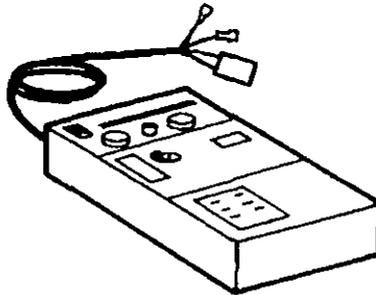

FIGURA 3.23. Caja universal de prueba TGBU.
**Caja universal de prueba TGBU**.- Esta caja autónoma y portátil mostrada en la figura 3.23, permite la verificación del buen funcionamiento y disparo del interruptor automático. Se alimenta por 5 pilas alcalinas de 9 V.